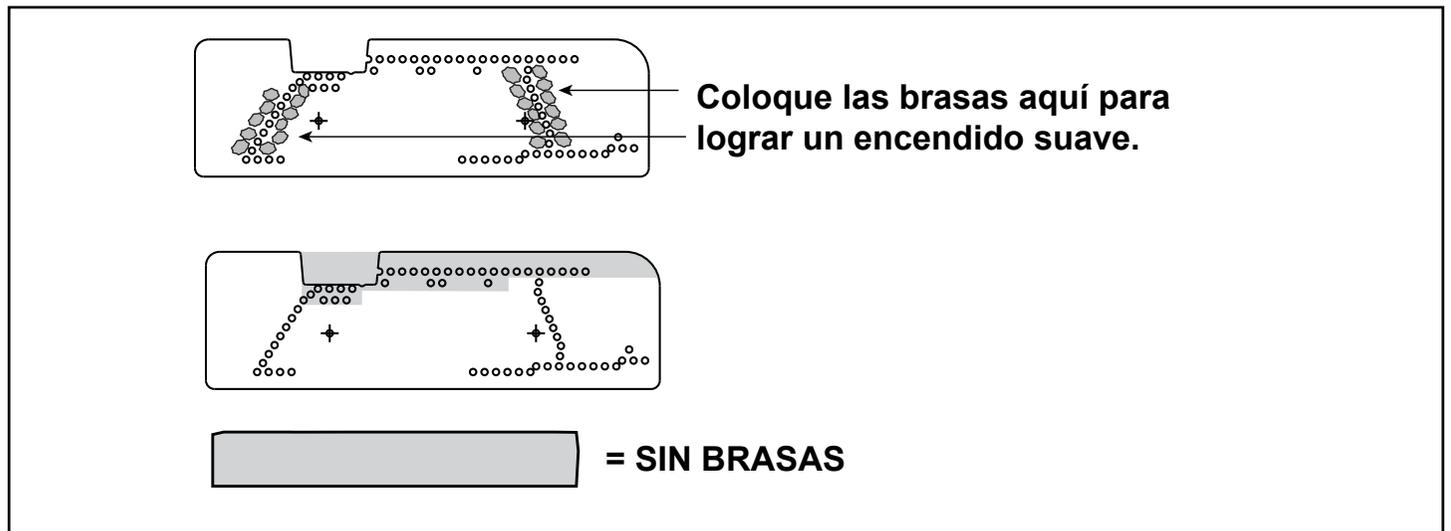

Figura 11.3 Colocación de brasas y materiales del quemador
- Las brasas solo se pueden colocar en áreas como se muestra en la Figura 11.3.